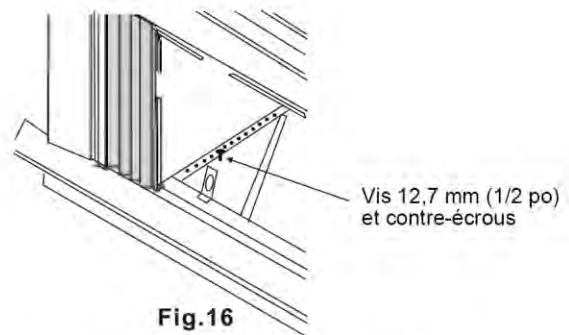

Fig.16
3. Installez les équerres de soutien (fixées avec les équerres de l'angle de seuil) dans le trou approprié au bas du caisson comme illustré à la Fig. 16.